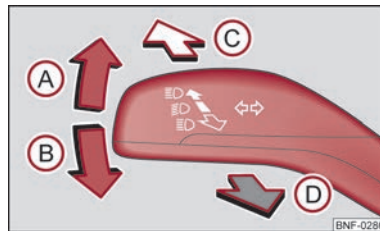

Bild 24 Blinkers- och helljusspak
- Tryck helljusspaken framåt för att koppla på helljuset ⇒ bild 24.
- Tryck spaken uppåt (A) resp neråt (B) ⇒ bild 24.